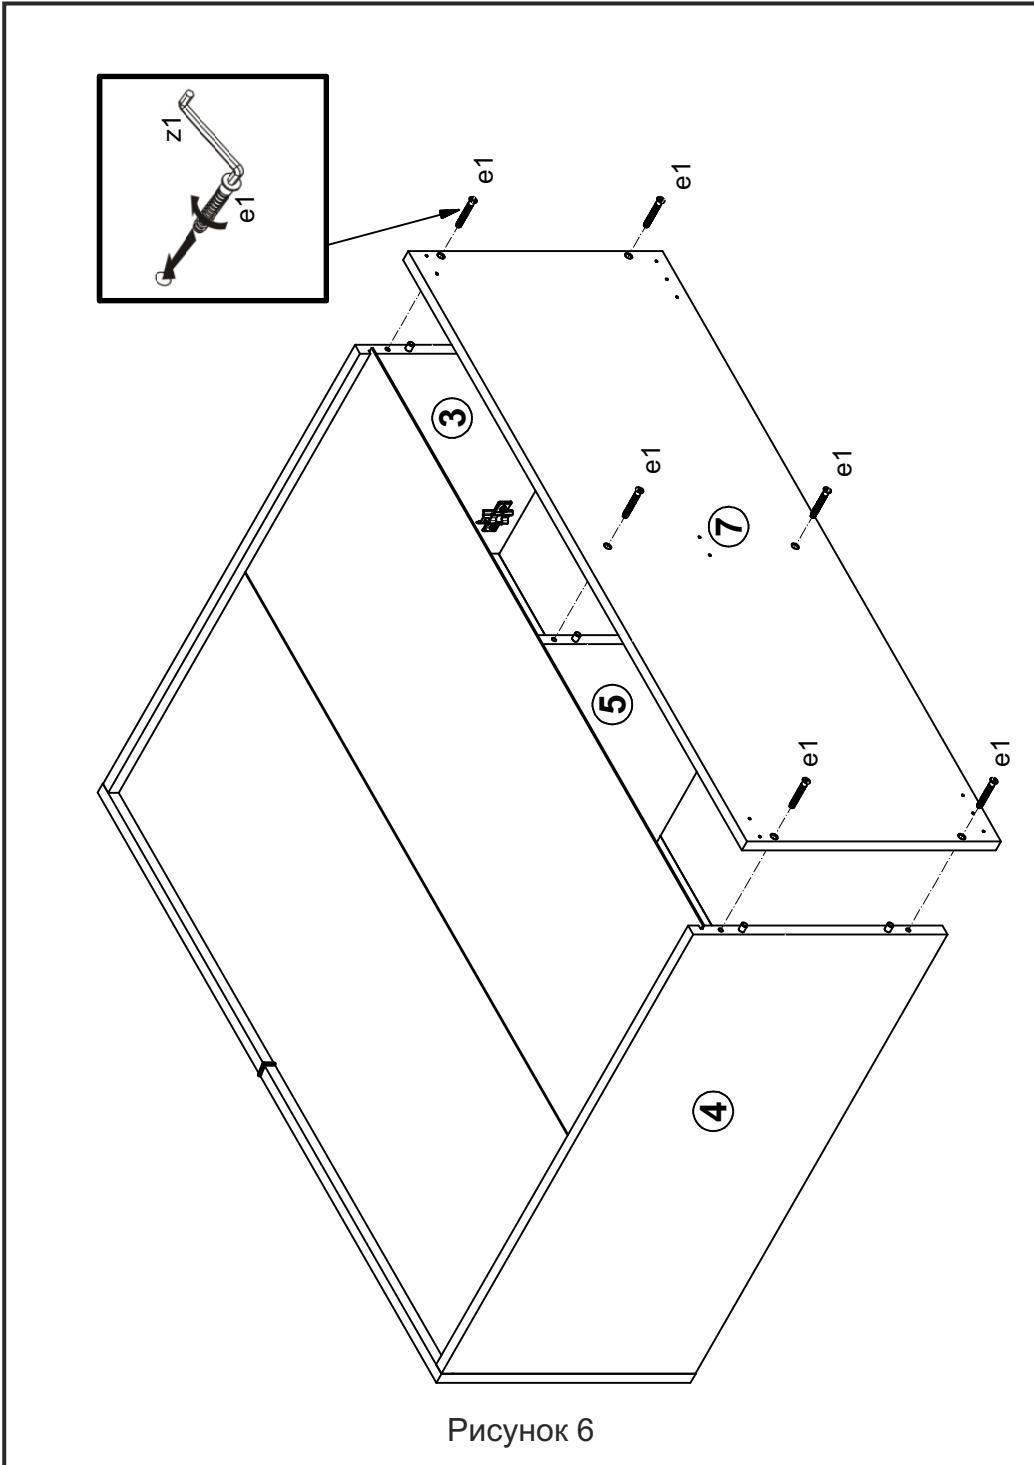

Рисунок 6
4.9. Присоединить щит **7** к стенкам **3,4,5** с помощью шкантов **f1**, затянуть конформаты **e1** на нижней поверхности щита **7** пользуясь ключом **z1** (см. рис. 6).